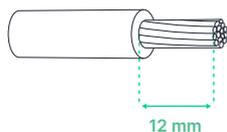

Fig. 7 - Longueur de dénudage de l'isolant.
13. Coupez 12 mm d'isolant pour chacun des 3 fils du câble d'alimentation. (**Fig. 7 - pag. 19**)